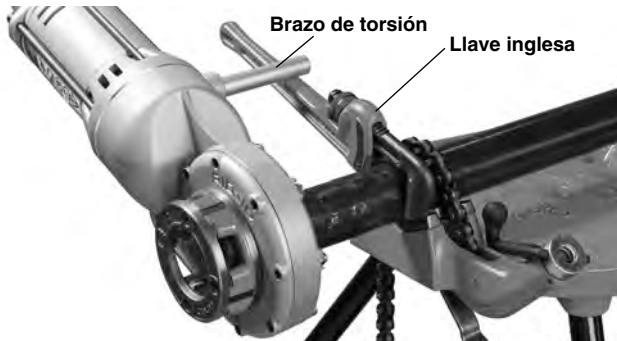

Figura 7 – Uso de una llave inglesa como brazo de soporte para el roscado
- Coloque la llave inglesa RIDGID de 12", 14" o 18", de trabajo pesado, a unas 7" (175 mm) del extremo del tubo (*vea la Figura 7*). Pruebe para confirmar que la llave inglesa está fija y que no se pueda mover ni caer.